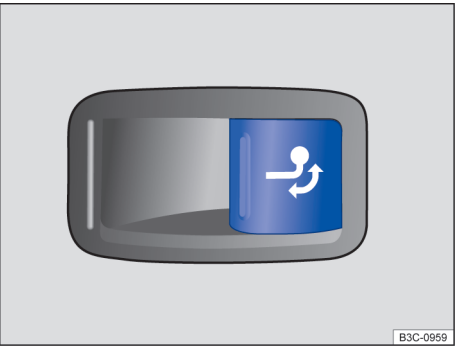

Fig. 191 No compartimento de bagagem, à direita: botão para destravamento da rótula de engate.
- No compartimento de bagagem à direita, pressionar brevemente o botão → Fig. 191. A rótula de engate é destravada eletricamente e vira sozinha para fora. A luz de controle no botão pisca.
- No compartimento de bagagem à direita, pressionar brevemente o botão → Fig. 191. A rótula de engate é destravada eletricamente.
- Se a luz de controle no botão → Fig. 191 estiver *permanentemente acesa* com a tampa do compartimento de bagagem aberta, a rótula de engate estará travada corretamente para dentro ou para fora.
- Nunca acionar o botão → Fig. 191 se um reboque estiver engatado ou se houver acima da rótula de engate um bagageiro ou outras peças agregadas.